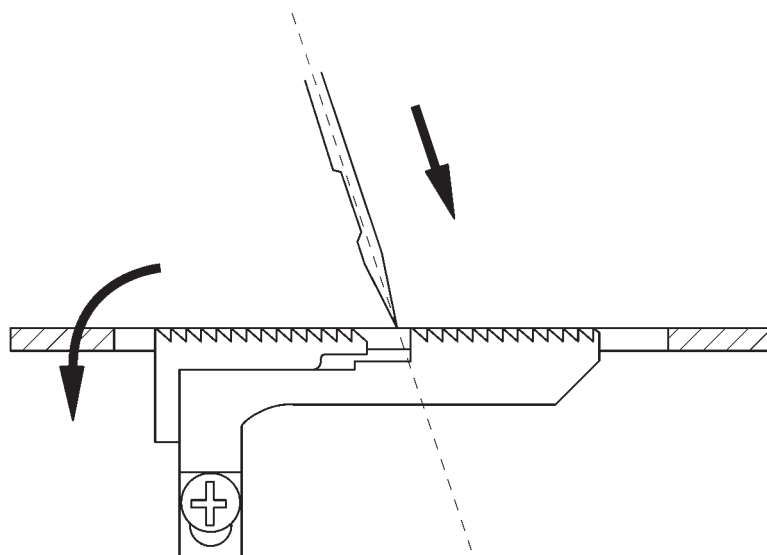

Рис. 7
- В тот момент, когда кончик поднимающейся иглы “С” находится на уровне игольной пластины, транспортер должен находиться в положении, показанном на рис. 7.